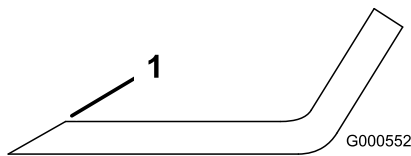
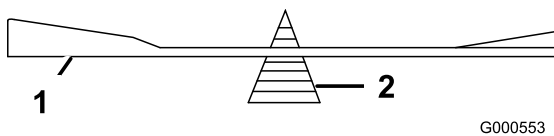

Figura 50
Figura 51
- Utilice una lima para afilar el filo de corte en ambos extremos de la cuchilla (Figura 50). Mantenga el ángulo original. La cuchilla permanece equilibrada si se retira la misma cantidad de material de ambos bordes de corte.
- Verifique el equilibrio de la cuchilla colocándola sobre un equilibrador de cuchillas (Figura 51). Si la cuchilla se mantiene horizontal, está equilibrada y puede utilizarse. Si la cuchilla no está equilibrada, rebaje algo del metal en la parte de la vela solamente (Figura 50). Repita este procedimiento hasta que la cuchilla esté equilibrada.